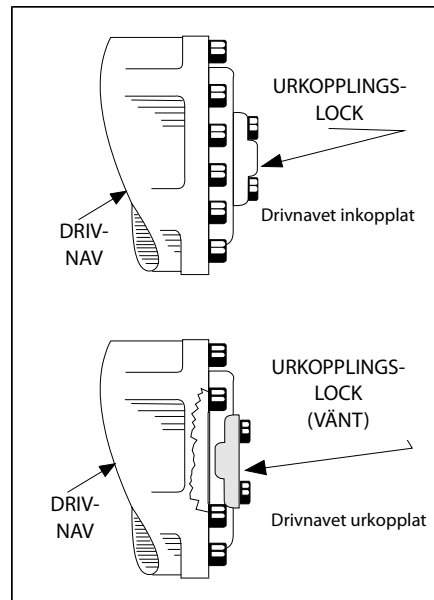

Fig. 4-5. Nav för urkoppling av drev
2. Koppla ur drivnaven genom att vända på urkopplingslocket (se Fig. 4-5.). Avsluta följande efter bogseringen:
3. Koppla in drivnaven igen genom att vända på urkopplingslocket. (Se Fig. 4-5.)